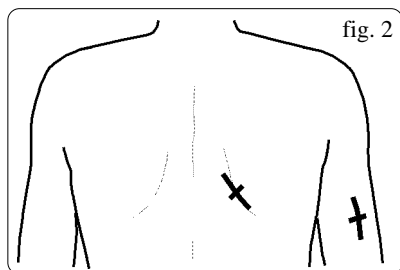

fig. 2
**PLICHE DA RILEVARE:** - **Tricipitale e scapolare nel sesso maschile (fig.2)**
**Sottoscapolare:** Plica obliqua a 45°, in direzione da supero-mediale a infero-laterale, misurata appena al di sotto della punta della scapola (spalla). (fig. 2)